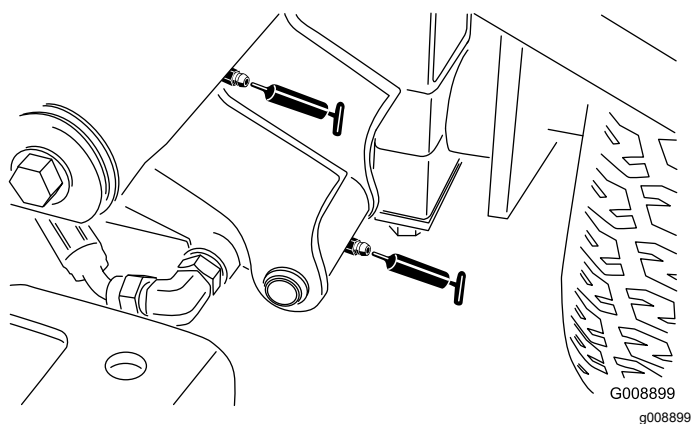

Рисунок 38
- Два левых передних шарнира подъемного рычага и подъемного цилиндра (Рисунок 38)